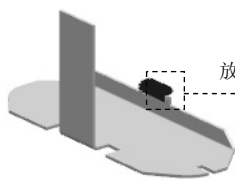

图 4.8.19 “折边弯边”特征 1
Step2. 创建图 4.8.19 所示的“折边弯边”特征 1。选择下